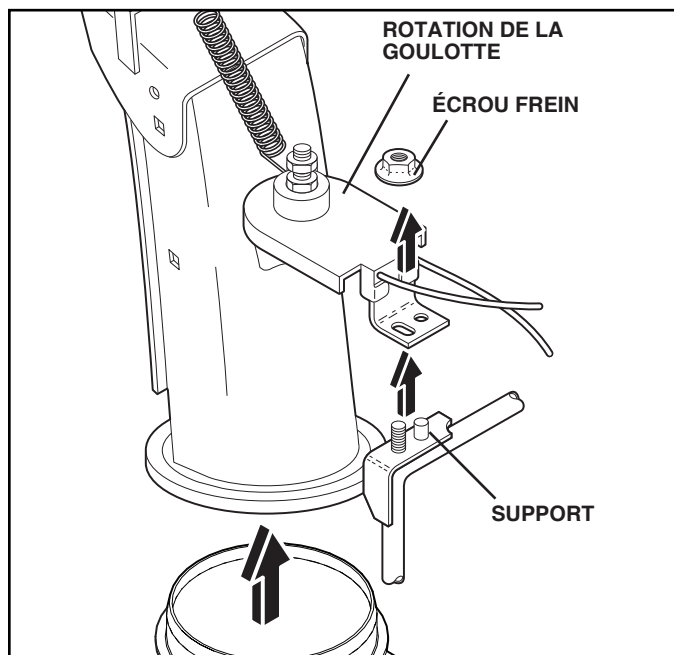

FIG. 20
2. ENLEVER LA GOULOTTE D'ÉVACUATION – Desserrer le contre-écrou qui retient la tête de rotation de la goulotte au support de montage. Desserrer-la juste assez pour permettre à la tête de rotation de la goulotte d'être surélevée et que la goulotte d'évacuation puisse être enlevée de sur la souffleuse à neige (Voir la Fig. 20).